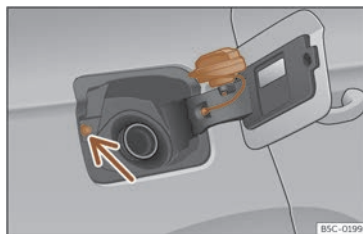

Fig. 215 Tapa del dipòsit amb el tap encaixat.
No toqueu el botó de bloqueig de la tapa de combustible » » » **fig. 215** (fletxa). El sistema entendrà que heu acabat i no podreu seguir fent gasolina. Torneu a prémer la tecla  de la porta del conductor per continuar.
• Poseu-lo en l'espai que hi ha a la frontissa de la tapa oberta » » » **fig. 215**.